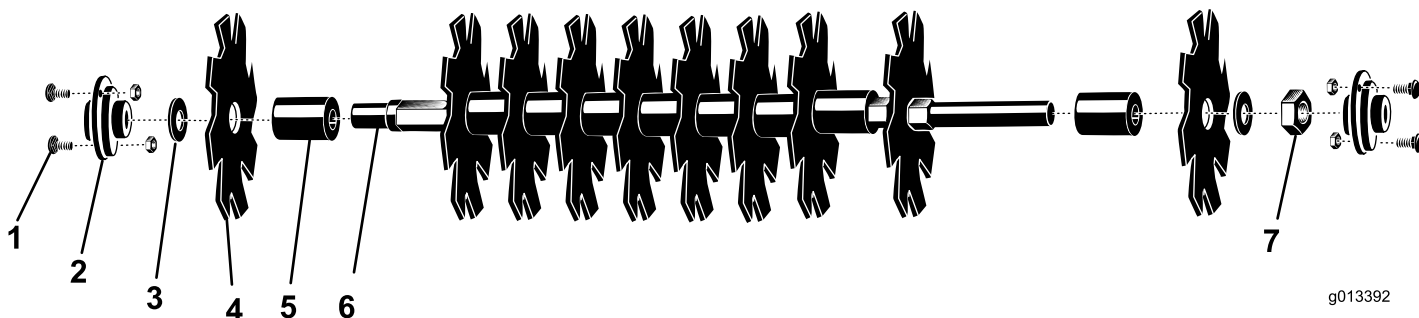

Figure 23
8. Enlevez les 4 boulons et contre-écrous de fixation de l'ensemble lames de coupe (Figure 23) et déposez ce dernier de la machine.
9. Desserrez et déposez l'écrou et la rondelle de l'arbre (Figure 23).
10. Glissez l'entretoise hors de l'arbre (Figure 23).
11. Enlevez les lames de l'arbre avec précaution (Figure 23) et remplacez-les au besoin.